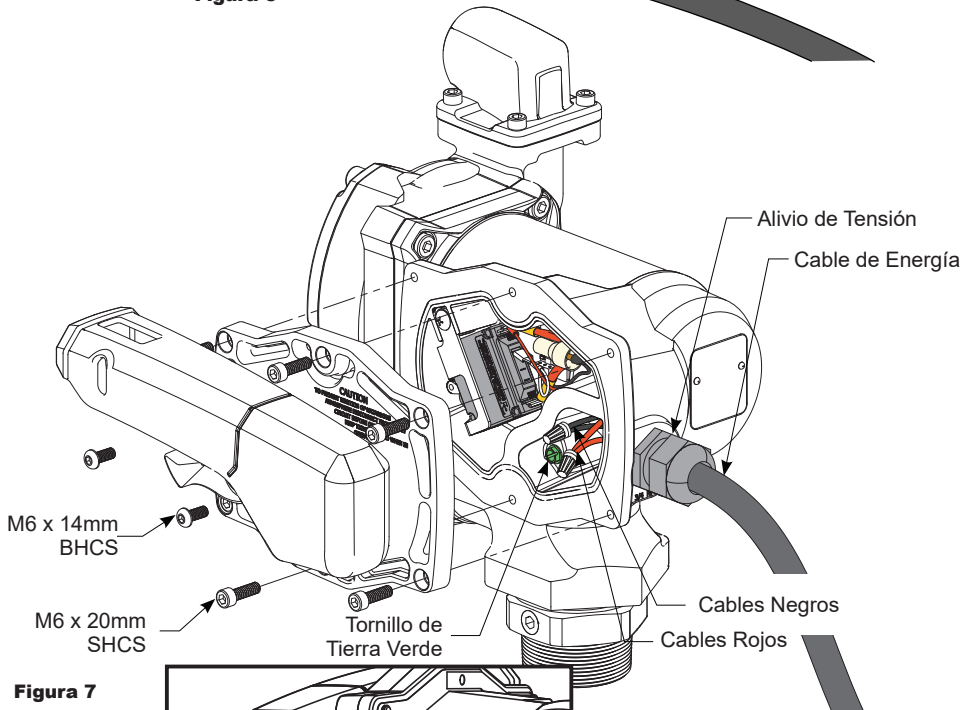
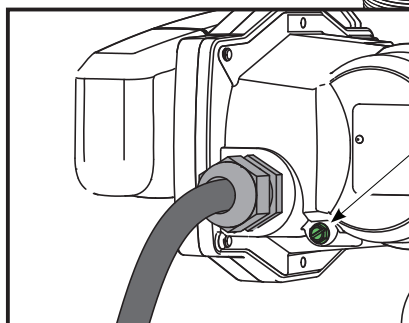

Figura 7
Figura 7a
Para instalar el cable de energía, retire los (4) M6-1.0 x 20mm SHCS y la placa de cubierta eléctrica (vea Figura 7).
Inserte el cable de alimentación a través de la conexión NPT de 3/4 de pulgada en la parte posterior de la bomba (vea Figura 7). Usando tuercas para cables, conecte el cable negro al cable negro y el cable rojo al rojo en la cavidad eléctrica de la bomba. Coloque los cables dentro de la cavidad eléctrica y apriete firmemente la empuñadura de protección contra tirones. Asegúrese de que las superficies estén limpias. Vuelva a instalar la placa de cubierta eléctrica y la palanca del interruptor, y apriete firmemente.
Se proporciona una conexión a tierra. Se identifica como un tornillo con cabeza de unión de color verde en la cavidad eléctrica (vea Figura 7): en su lugar, se puede usar una tierra externa. Al usar la conexión a tierra externa para V25-012PX o V25-024PX (Zona 1 o 2), el instalador debe usar un cable de conexión a tierra con un área transversal mínima de 4 mm². Para utilizar una conexión a tierra externa, retire el tornillo de conexión a tierra verde de la cavidad eléctrica e instálelo en el lugar que se muestra (vea Figura 7a).